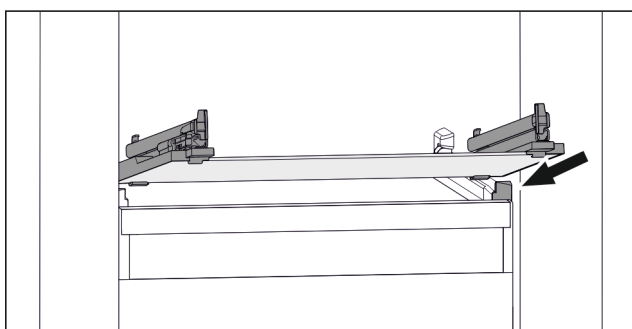

Fig. 73 Vejledende visning af glaspladen
- ▶ Sæt glaspladen skråt bag stoppene. (se Fig. 73)